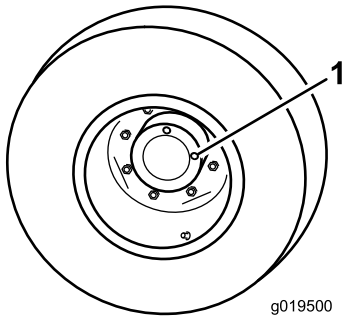

Bild 80
1. Positionieren Sie das Rad so, dass eine Prüfschraube auf 12 Uhr und die andere auf 3 Uhr steht (Bild 80). Parken Sie die Maschine auf einer ebenen Fläche, aktivieren Sie die Feststellbremse, senken die Mähwerke ab, stellen den Motor ab und ziehen den Schlüssel ab.
1. Prüf-/Ablassschraube (2)
2. Entfernen Sie die Schraube, die auf 3 Uhr steht (Bild 80).